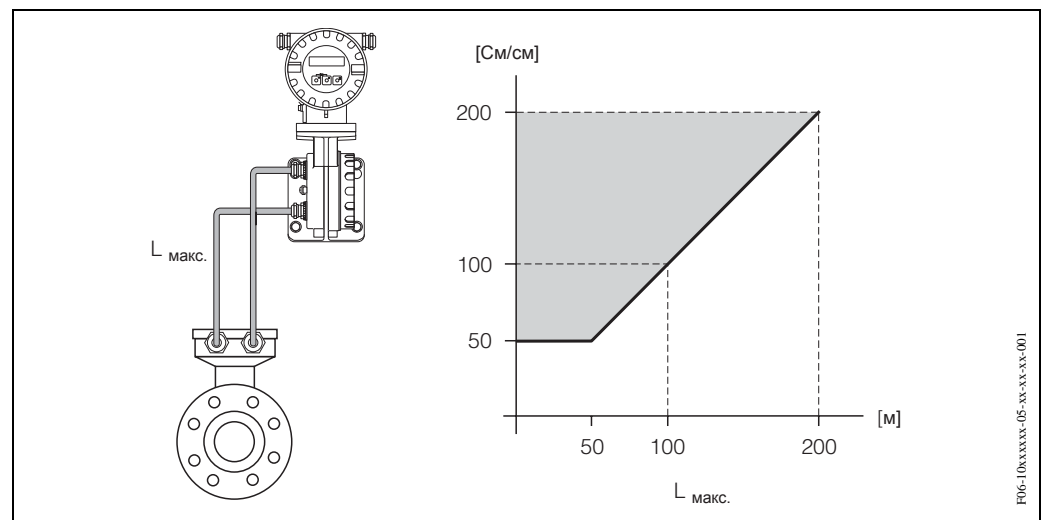

Рис. 15: Допустимая длина кабеля для варианта раздельного исполнения
- Допустимая длина кабеля $L_{\text{макс.}}$ зависит от проводимости жидкости (Рис. 15). Для всех жидкостей требуется минимальная проводимость, равная 50 мкСм/см.